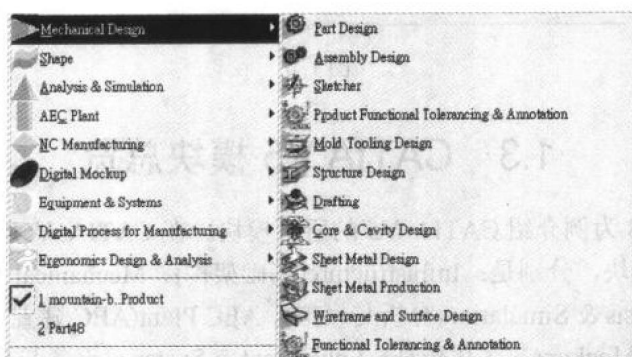

图 1.9
- **Mechanical Design:** 包含机械设计的相关单元。有基本的机械零件、钣金件、模具的设计功能以及工程图绘制, 如图 1.9 所示。本书将介绍其中的 Sketcher(草图)、Part Design(零件设计)、Assembly Design(装配设计)与 Drafting(工程图)4 个模块。